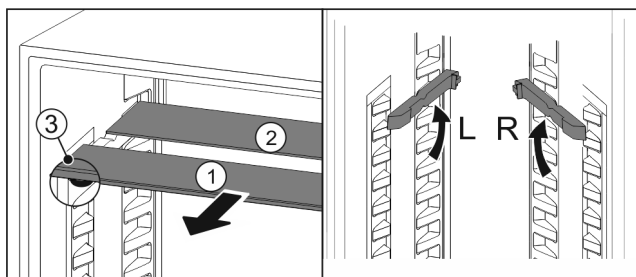

Fig. 123
- ▶ 将玻璃隔板逐个向前拉出 Fig. 123 (1)。
- ▶ 带装饰条的玻璃隔板 Fig. 123 (1)在前。
- ▶ 阻挡装置 Fig. 123 (3)指向下方。